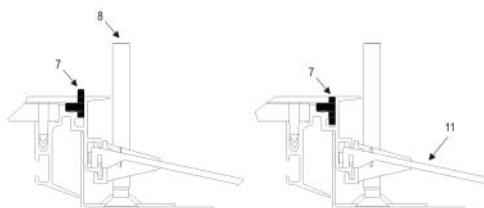
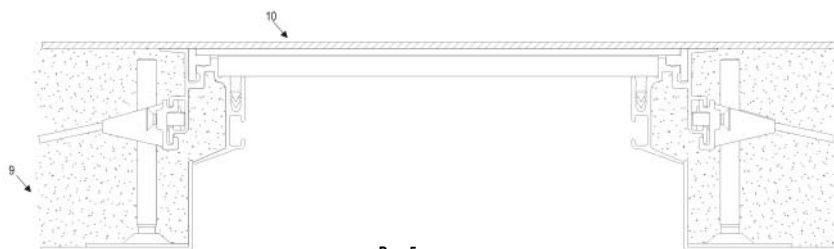

Рис. 4
Рис. 5
- Определите, будет ли OVGAP 3 (7) устанавливаться в полы под заливку или нет (рис. 4)
- Поворачивайте регулировочные винты (8) вправо для повышения уровня
- Поворачивайте регулировочные винты (8) влево для понижения уровня
- Вставьте OVGAN (11) в паз (6) в OVGPR (рис. 5)
- Теперь система может быть заполнена для выравнивания (9) и затем отделана под ковровое покрытие (рис. 5)